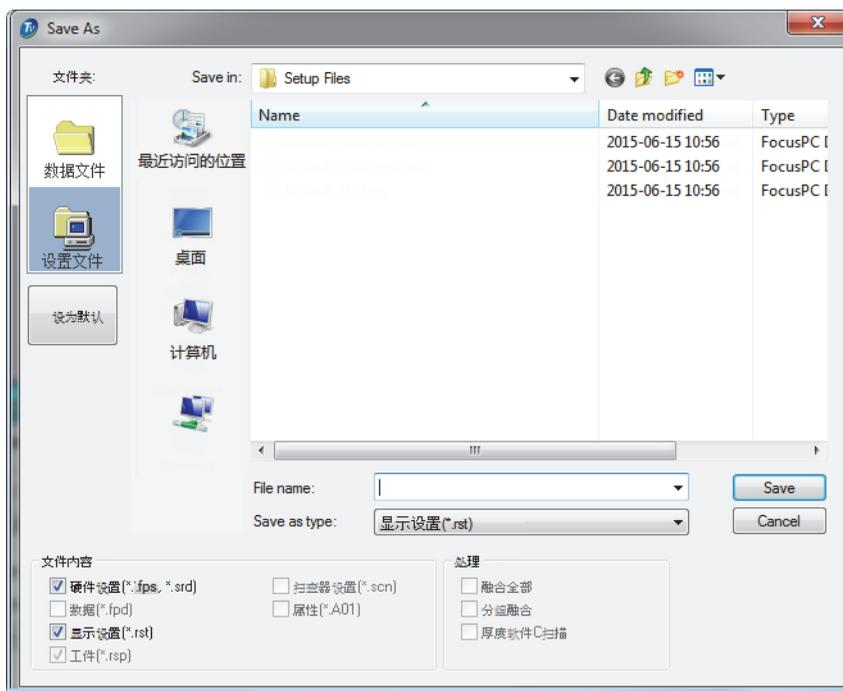

图 4-38 另存为对话框
2. 在出现的另存为对话框中（参见第131页的图 4-38），执行以下步骤：